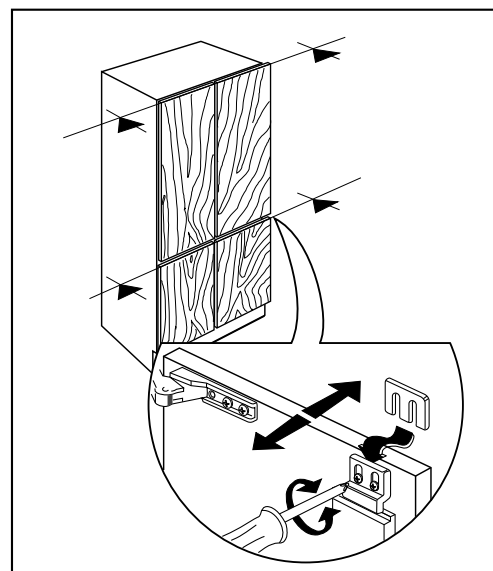

Abb. 13
- Regulieren Sie die Ebenheit zwischen den Frontplatten durch das Lösen der Schrauben der Einsatzstücke und setzen Sie die eigens dazu mitgelieferten Ausgleichsvorrichtungen ein (Abb. 13).